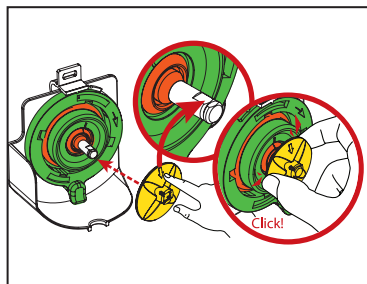

Fig. 3
2. Udskift monteringspladen på blandermotoren og akslen. Sørg for at rette pilen på piskeren mod den plane overflade på akslen. Pres piskeren på akslen, indtil den "klikker" i position. (Se fig. 3)